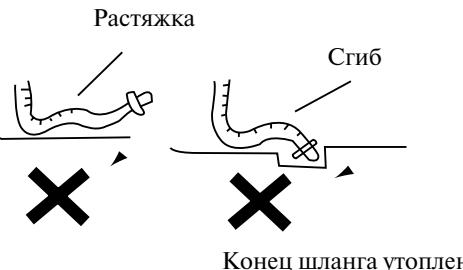

Рис. 2
- Проделайте трубное отверстие ( $\varnothing 80$ ) в стене с небольшим наклоном вниз в направлении внешней стороны. Центр отверстия должен определяться в соответствии с рис. 2.